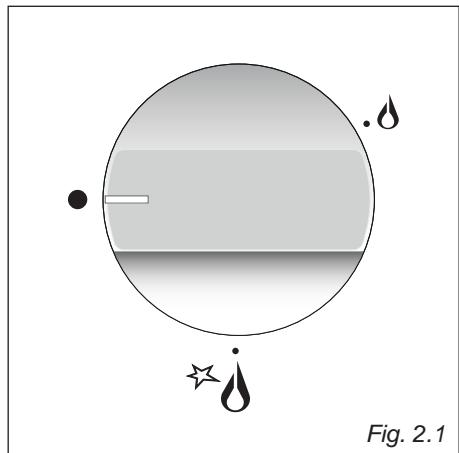
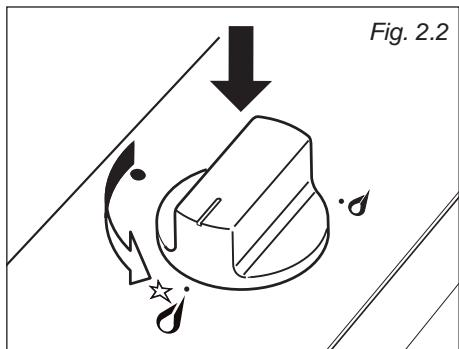

Fig. 2.1
Fig. 2.2
L'afflusso del gas ai bruciatori è regolato da un rubinetto valvolato comandato dalla manopola di fig. 2.1.
- ✓ L'accensione elettrica è incorporata nelle manopole dei bruciatori e si identifica per il simbolo  vicino al simbolo  (fig. 2.1).
1. Premere e ruotare la manopola corrispondente (fig. 2.2) fino alla posizione di portata massima  (fiamma grande - fig. 2.1) e mantenere premuta la manopola fino ad accensione avvenuta.